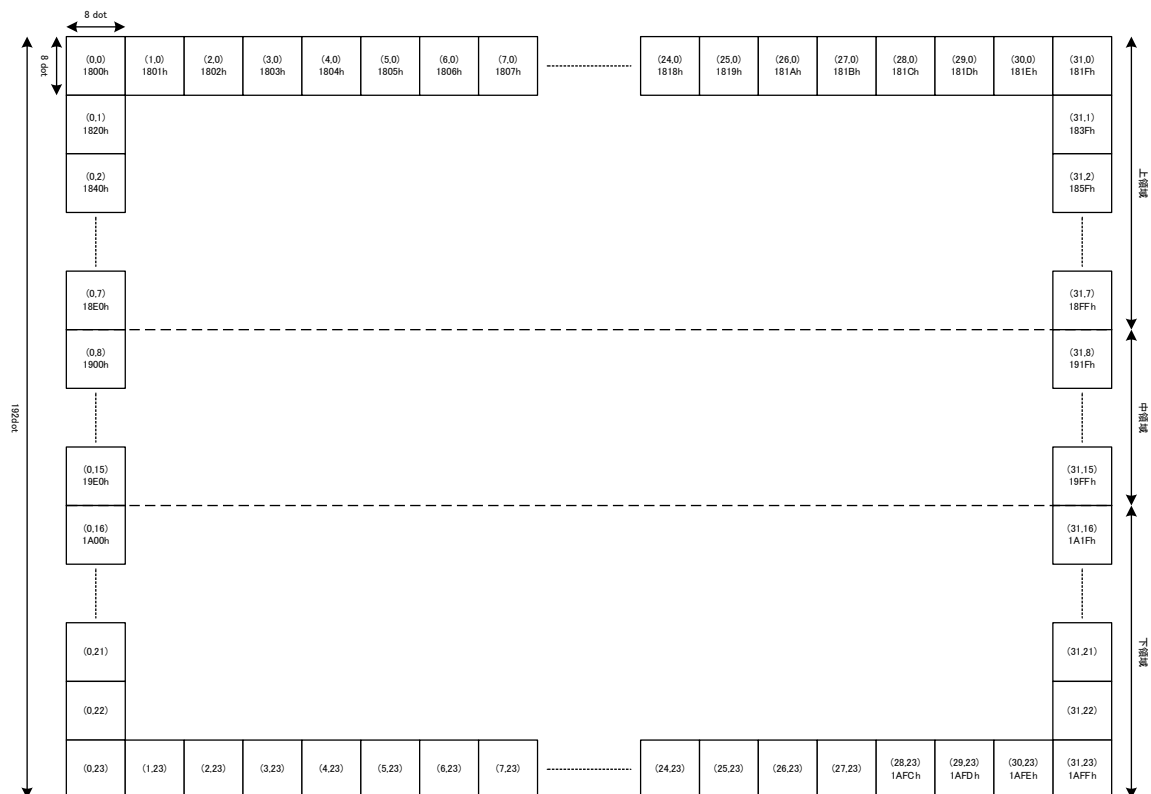

図 2.2.4.1-1. SCREEN2 の上中下分割イメージ
(1)の特徴ですが、水平 32 パーツ、垂直 8 パーツの領域で分割されています。説明の便宜上これらの名前を、(0,0)-(31,7)の上領域、(0,8)-(31,15)の中領域、(0,16)-(31,23)の下領域とします。Pattern Name Table のサイズは SCREEN1と同じですが、これを上領域・中領域・下領域に分割しているのです、図 2.2.4.1-1.のような対応関係になります。